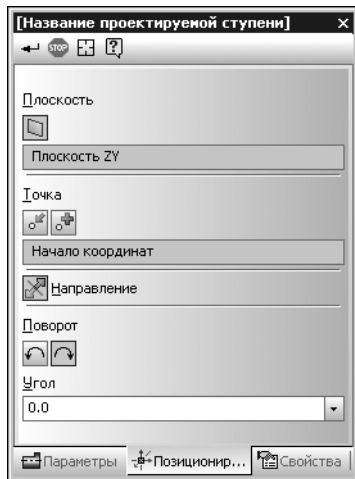

Рис. 11.1.
1. Раскройте на панели свойств вкладку **Позиционирование** (рис. 11.1). На ней содержатся элементы управления, название и назначение которых приведены в таблице 11.1 на с. 182.